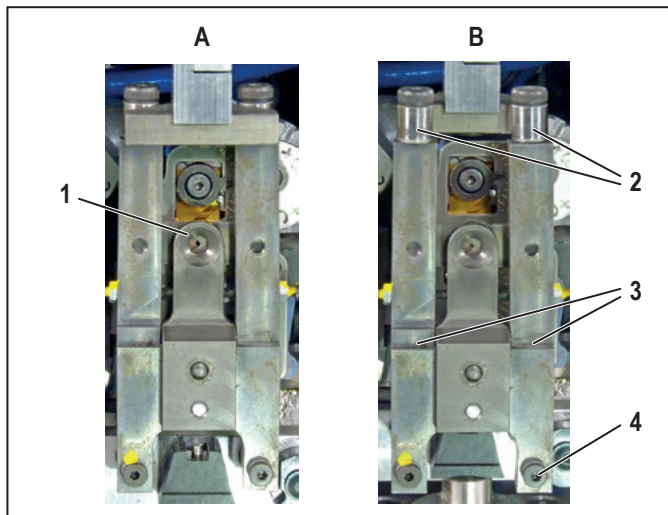

Bild 7.3 Litzenfixiereinheit in Betriebsposition (A) und nach vorn gezogen (B)
- Ziehen Sie die Litzenfixiereinheit nach vorn (Bild 7.3 , B).
- Prüfen Sie, ob die Laufrollen (2) leichtgängig sind. Bei Bedarf ölen Sie die Drehpunkte der Laufrollen.
- Ölen Sie die Drehpunkte (3) der Litzenfixiereinheit.
- ▶ Stellen Sie sicher, dass sich die Litzenfixiereinheit in der vorderen Position befindet (Bild 7.3, B).
- ▶ Entfernen Sie die rechte untere Schraube der Litzenfixiereinheit (Bild 7.3, 4).